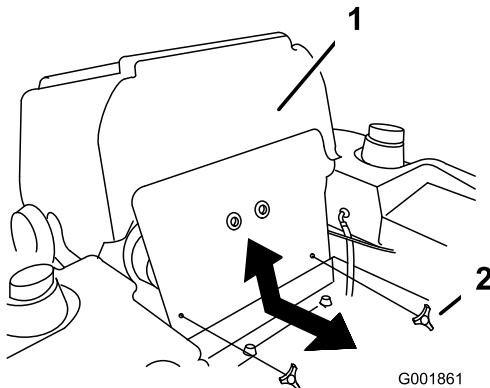

Bild 66
3. Kippen Sie den Sitz nach vorne und entfernen Sie die vordere Motorverkleidung (Bild 66).
7. Setzen Sie die vordere Motorverkleidung ein (Bild 66).